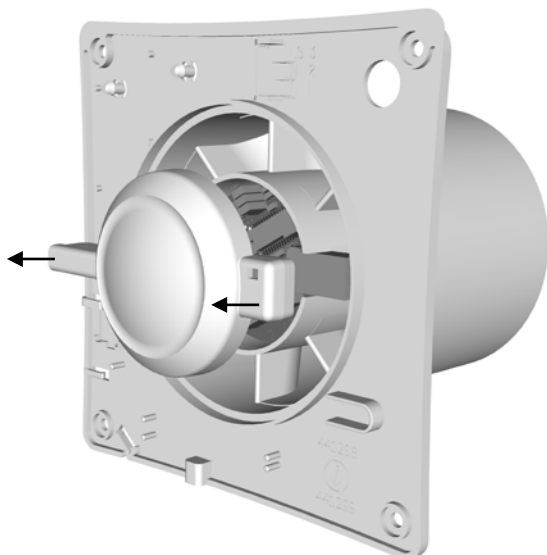

Fig.6. Removing the front grille panel for cleaning.
2. Druk het paneel aan de voorzijde van het rooster voorzichtig omhoog, weg van het bevestigingselement van het rooster (fig. 6).